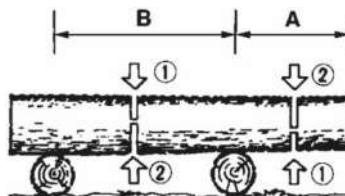

Рис. 15.2
**Распил бревна с подкладыванием (рис. 15.2).**
В области «A» (рис. 15.2) выполните распил сверху вниз на одну треть и закончите распил снизу вверх. В области «B», выполните распил снизу вверх на одну треть и закончите распил сверху вниз.